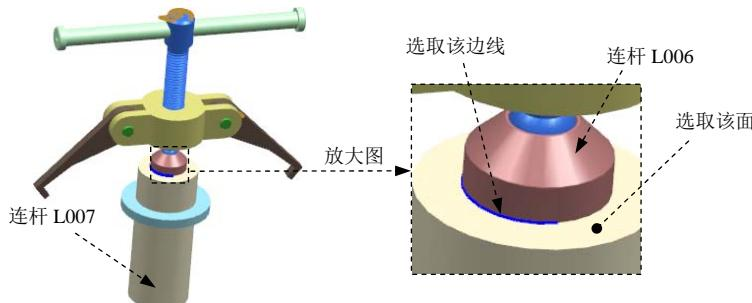

图 10.6.12 定义固定副
(1) 定义运动副类型。在“运动副”对话框 **定义** 选项卡的 **类型** 下拉列表中选择 **固定** 选项。
(2) 选择连杆。选取图 10.6.12 所示的连杆 L007。
(3) 定义原点及矢量。在“运动副”对话框的 **指定原点** 下拉列表中选取“圆弧中心” 选项，在模型中选取图 10.6.12 所示的圆弧为定位原点参照；选取图 10.6.12 所示的面作为矢量参考面。
(4) 添加啮合连杆。在“运动副”对话框的 **基本** 区域中选中  **啮合连杆** 复选框，单击 **选择连杆 (①)**，选取连杆 L006。
(5) 定义啮合连杆原点及矢量。在“运动副”对话框 **基本** 区域的 **指定原点** 下拉列表中选取“圆弧中心” 选项，在模型中选取图 10.6.12 所示的圆弧为定位原点参照；选取图 10.6.12 所示的面作为矢量参考面。
(6) 单击 **应用** 按钮，完成第七个运动副的添加。